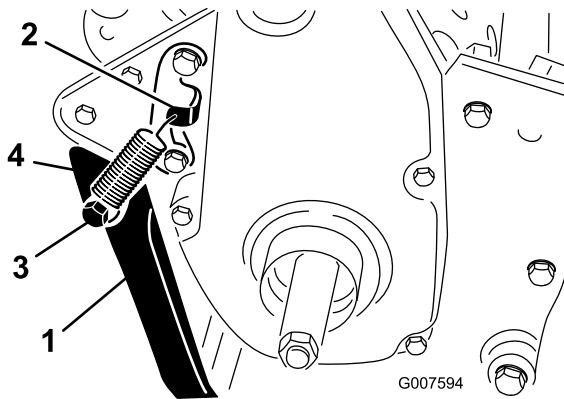

**Bild 5**
- Nur GR1600:** Befestigen Sie den Federbolzen mit der mitgelieferten Schraube, Scheibe und Bundkopfmutter an der rechten Seite des Ständers (Bild 5).